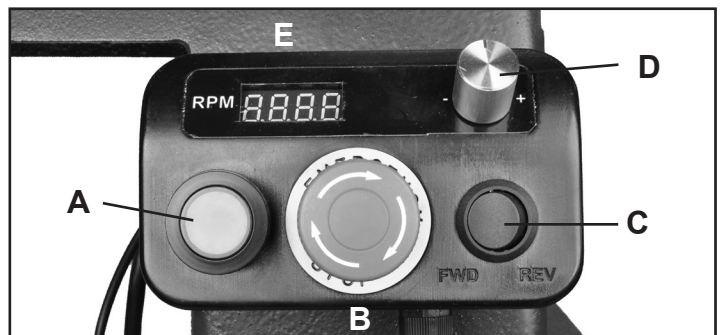

FIG. 6
El torno cuenta con una Caja de control con cable, FIG. 6 (#1E), ¡con imanes en la parte posterior que permiten colocarla en la superficie del cabezal fijo o en cualquier lugar a lo largo de la bancada del torno! Donde sea que esté más cómodo para el usuario para poder acceder rápidamente a los controles para regular las velocidades de giro, dirección de rotación del husillo o para detener el torno.
1. **BOTÓN DE "ENCENDIDO":** (FIG. 6, A) Presione el Botón verde de manera que ENCIENDA el torno. Presione el Botón de parada rojo de "hongo" (B) para APAGAR el torno.
2. **BOTÓN DE "PARADA":** (B) Presione el Botón rojo extendido para detener el torno. Para reiniciar el torno, gire el botón de Apagado en sentido horario y saltará para restablecerse. Luego presione el botón de "ENCENDIDO" para reiniciar el torno.
### 3. INTERRUPTOR MOVIMIENTO HACIA ADELANTE/ REVERSA (FIG. 6, C) Este
**4. PERILLA DE VELOCIDAD EN RPM:** (FIG. 6, D)